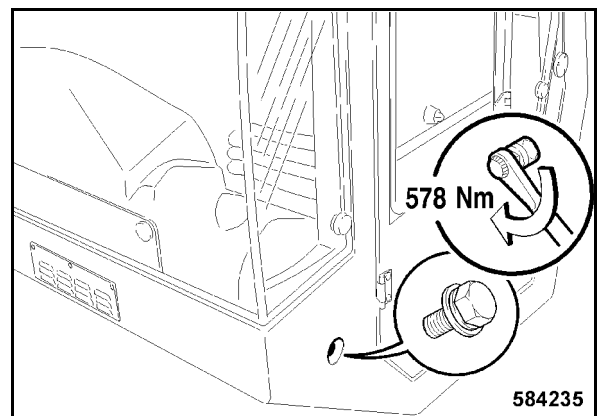

Fig. 250
- El tornillo de fijación delantero, lateral de la izquierda hay que apretar con 578 Nm (Fig. 250).